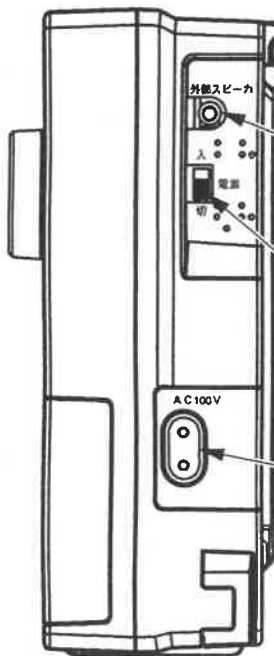

図1-2 右側面
3. 電源コードのACプラグは、図1-2に示す「AC100V」のジャックに差し込みます。